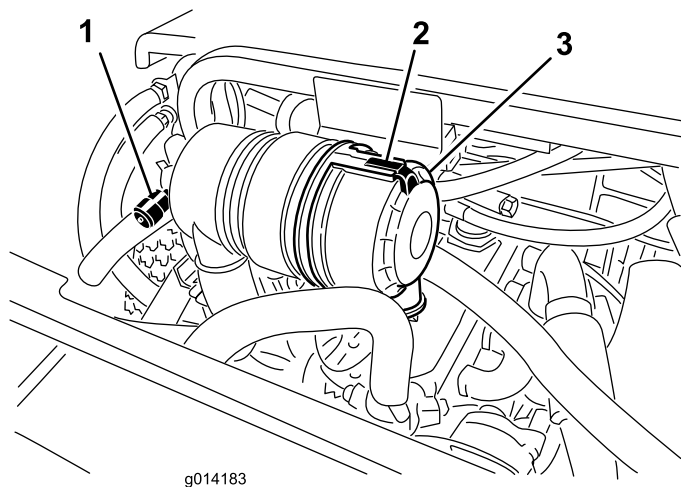

Figura 35
Effettuate la manutenzione del filtro dell'aria quando l'indicatore (Figura 35) lo richiede. Sostituendo il filtro dell'aria prima del necessario si aumenta il rischio che la morchia penetri nel motore quando si toglie il filtro.
1. Liberate il fermo che fissa il coperchio del filtro dell'aria al relativo corpo (Figura 35).